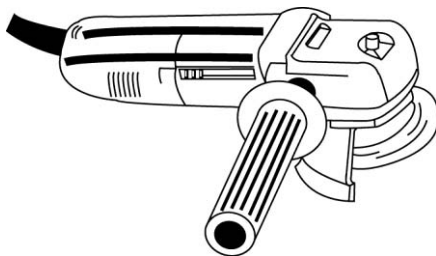

Рис. 5.9. Дисковая шлифовальная машина может быть полезна для извлечения винтов потай (С разрешения компании Skil Corporation)
- ☐ Дисковая шлифовальная машинка (рис. 5.9)